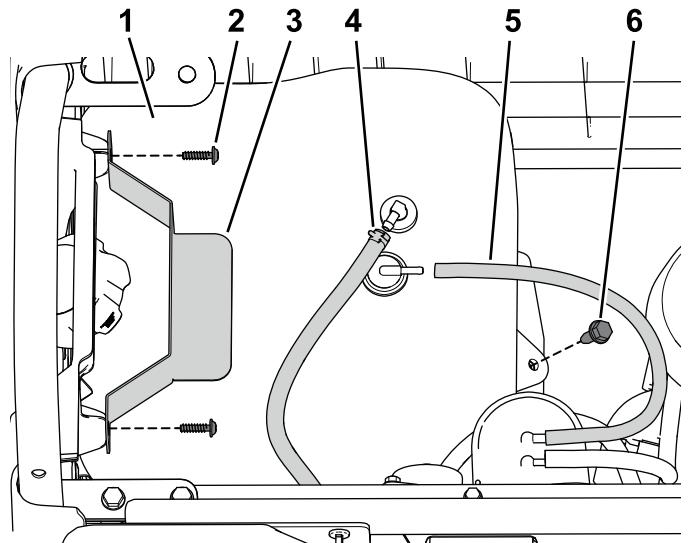

图4
1. 拧下将油箱固定到油箱托盘上的凸缘头螺栓图4。
2. 拧下固定压紧装置的螺丝图4。
3. 从油箱上断开通气管和燃油管线图4。
- 将燃油管线和排气管连接至油箱 图4。
- 用之前卸下的螺丝固定压紧装置 图4。
- 用之前卸下的凸缘头螺栓将油箱固定到油箱托盘上 图4。